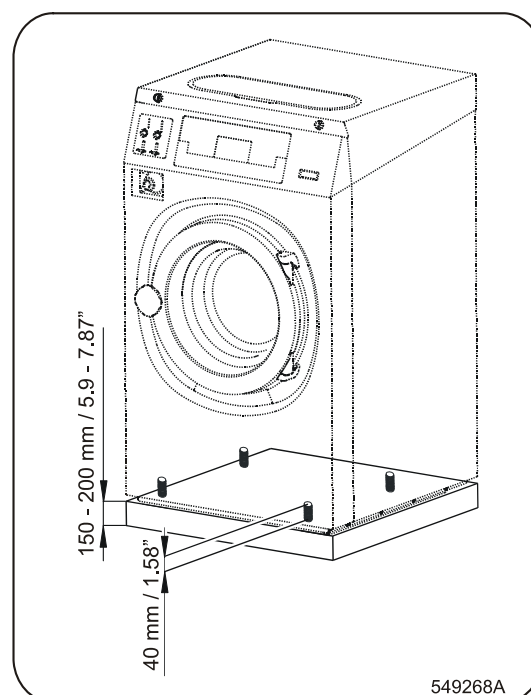

Fig. 13 Fast förankrade maskiner
- Denna metod skall tillämpas när det befintliga golvet är tunnare än 120mm / 4.72", eller bör lyfta maskin ovanför det befintliga golvet. Stativet kan vara hög 150-200 mm / 5.9-7.87", se fig. 13.